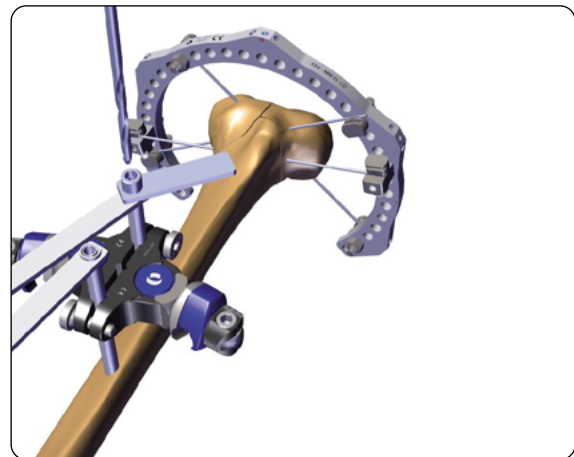

Fig. 8
- Inserire un guida perforatore (4.8mm) e una punta per trapano (4.8mm) attraverso il guida vite (Fig. 8)